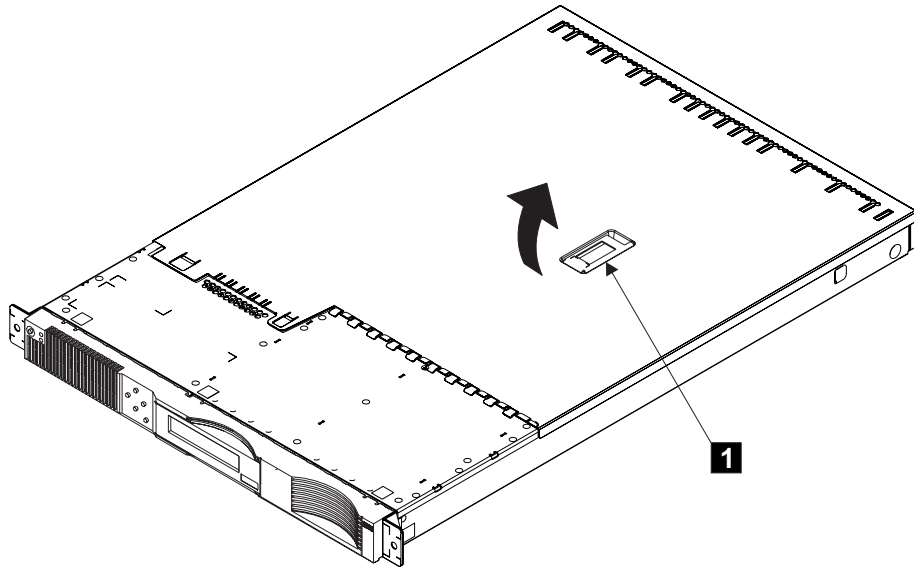

図 81. 上部カバーの取り外し
3. レバーを持ち上げます。図 81 の **1** を参照してください。このアクションで、上部カバーが後方に約 13 mm (0.5 インチ) 移動します。